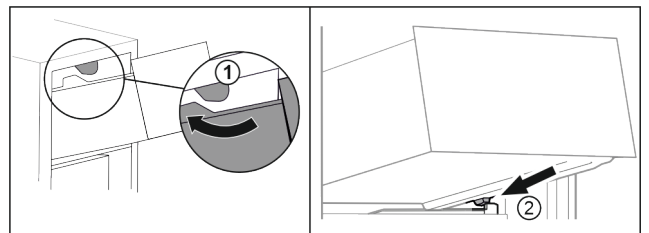

Fig. 69
- ▶ Обвести висувний ящик навколо верхнього стопора. Fig. 69 (1)
- ▶ Встановити висувний ящик за нижніми стопорами на ребро для резервуару навкося. Fig. 69 (2)